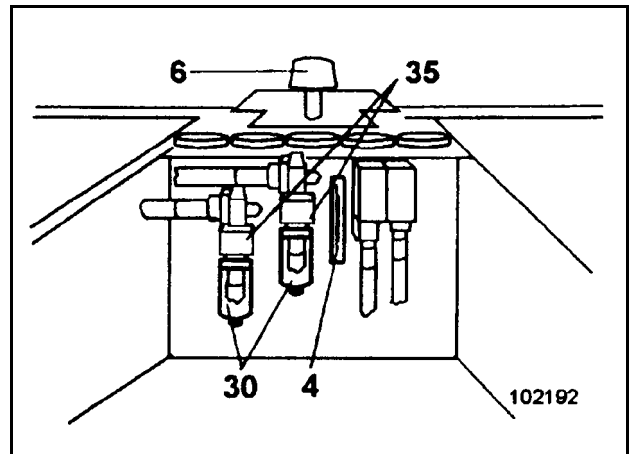

Fig. 3-68 :
- Placer des récipients adaptés sous le robinet de vidange (5) du réservoir d'huile hydraulique. Pour connaître la capacité requise, se référer au tableau "Quantités de remplissage - Huile".
- Raccorder le flexible (15) au robinet de vidange (5) et vidanger complètement l'huile usagée. Pour faciliter le drainage, retirer le filtre du reniflard (6, Fig. 3-68 :) pendant l'opération.